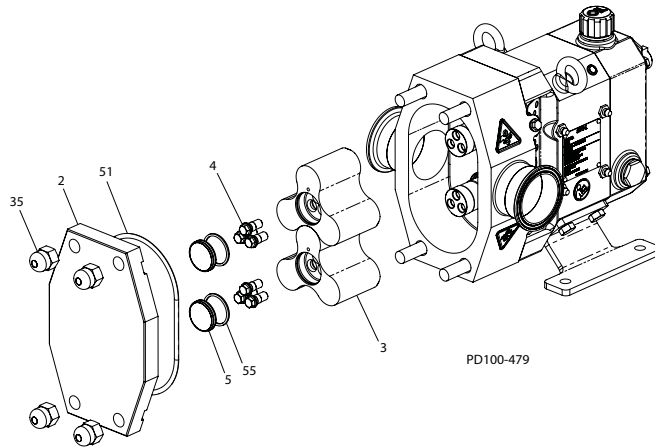

Figura 30 - Desmontaje de la cubierta y del rotor de la bomba
Tabla 4: Tabla de identificación de la Figura 30
1. Quite las tuercas ciegas de la cubierta (Figura 30, renglón 35).
1. Quite los tapones roscados (Figura 30, renglón 5) de los rotores (elementos 3). Extraiga e inspeccione los anillos O (elementos 55)
3. Extraiga los rotores (Figura 30, renglón 3). Si no se puede extraer los rotores a mano, aplíqueles un movimiento de torcedura para liberarlos. Si aún así tampoco es posible extraerlos, utilice un martillo de goma y golpéelos ligeramente hacia adelante para aflojarlos.